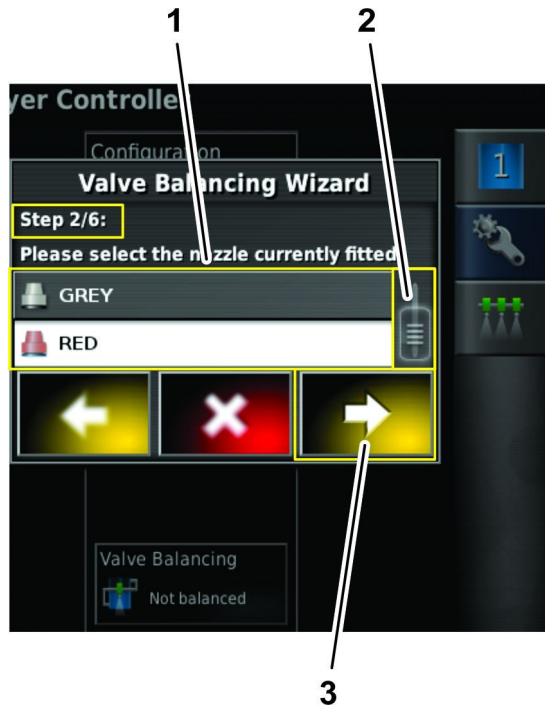

Figura 48
de pulverização que está a configurar e, em seguida, pressione o ícone do Bico da lista pendente (Figura 48).
3. Pressione o ícone Seguinte (Figura 48).